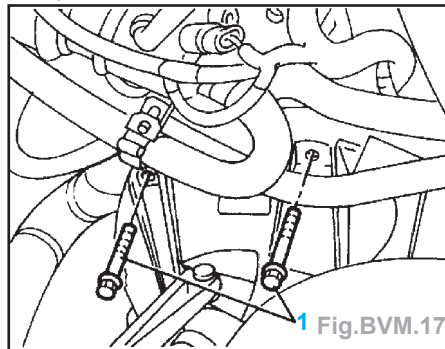

Fig.BVM.17
- Déposer les vis supérieures (1) de boîte (Fig.BVM.17).